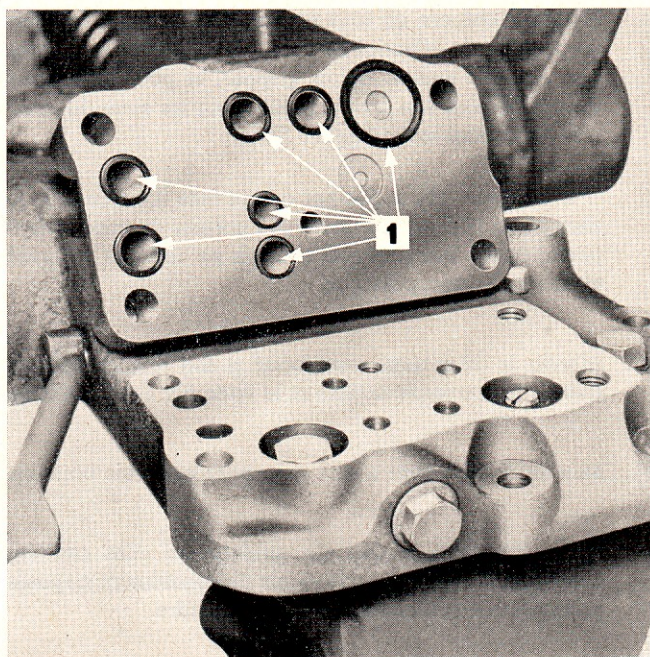

Figure 30; Couvercle des accessoires
4. Monter des joints toriques neufs dans le couvercle accessoires (Figure 30), monter le couvercle de relevage sur le tracteur, puis le siège du conducteur.